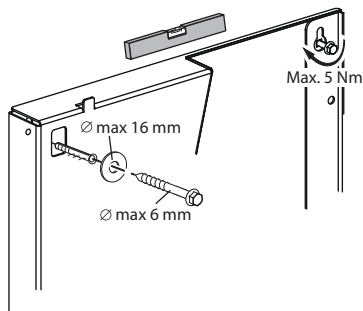

Fig. 3: Montaggio a parete
- Collegare a reti a bassa tensione da 230 V. In caso di collegamento a reti IT (Isolé Terre) accertarsi assolutamente che la tensione fra le fasi (L1-L2, L2-L3, L3-L1 → Fig. 3) non superi i 230 V.